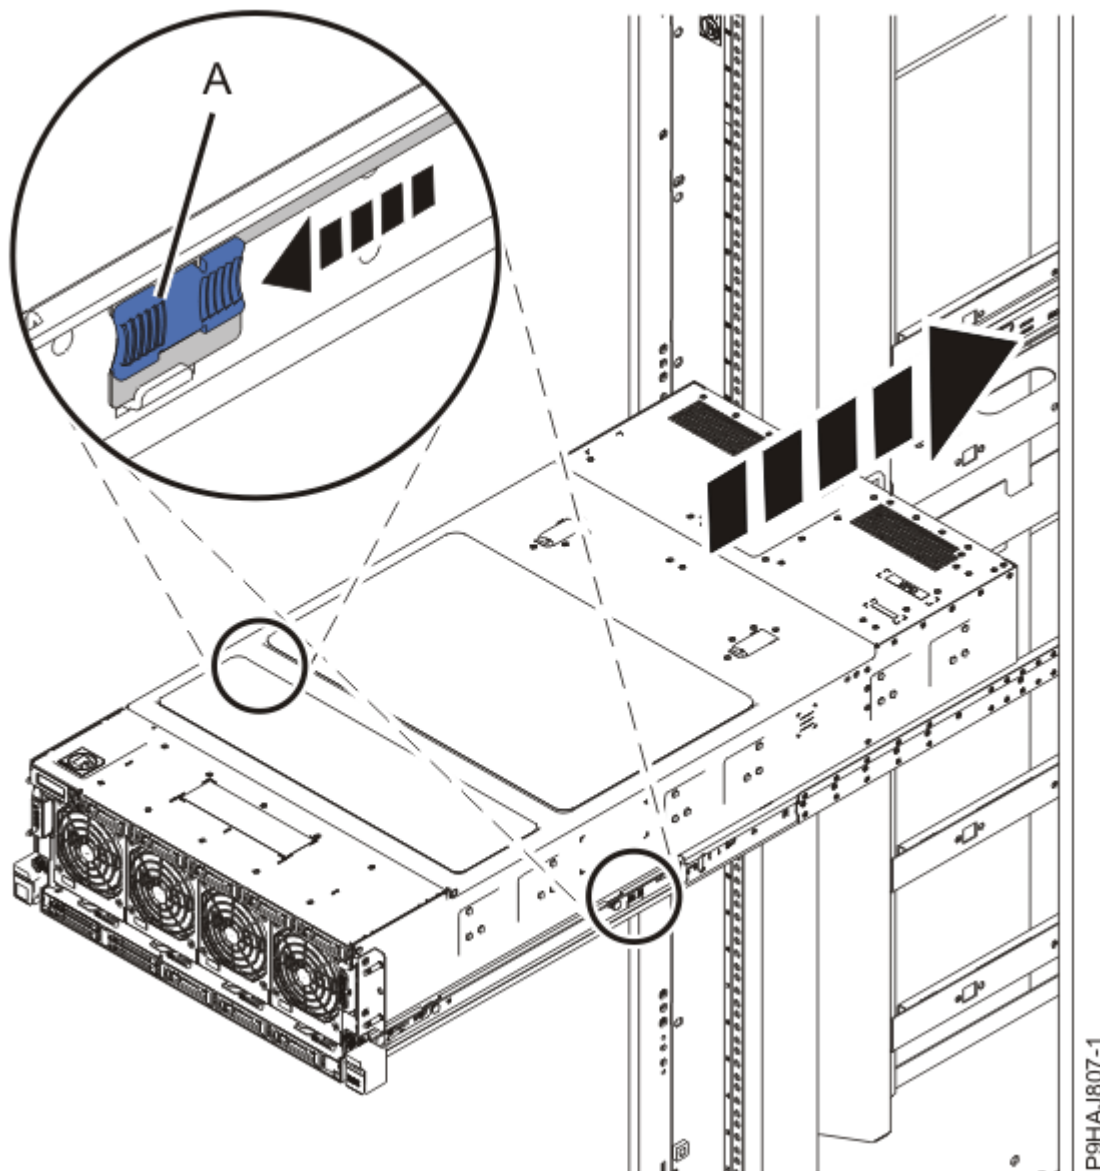

Figura 20. Liberando as travas no meio dos trilhos e empurrando o sistema para dentro do rack
2. Mude para a parte frontal do rack. Libere as travas no meio dos trilhos (**A**) e empurre o sistema a meio caminho para o rack, como mostrado na Figura 20 na página 21.